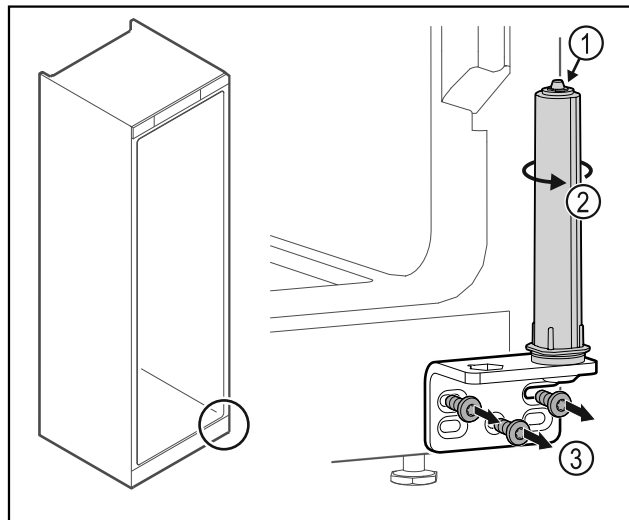

Fig. 39
- No desensamblar el sistema de cierre de la puerta Fig. 39 (1).
- Girar el sistema de cierre Fig. 39 (2) hasta que haga clic.
- Desatornillar la escuadra de bisagra Fig. 39 (3).